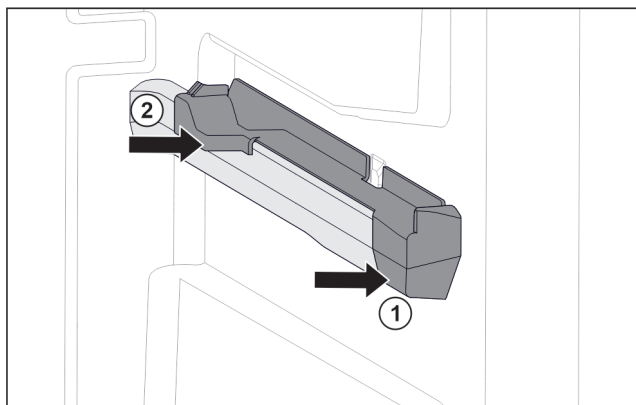

Fig. 72 Nasazovací díl na pravém žebrování na nádoby
- ▶ Nasadte nasazovací díl na žebrování na nádoby. Fig. 72 (1)
- ▶ Přitlačte nasazovací díl k zadní části. Fig. 72 (2)